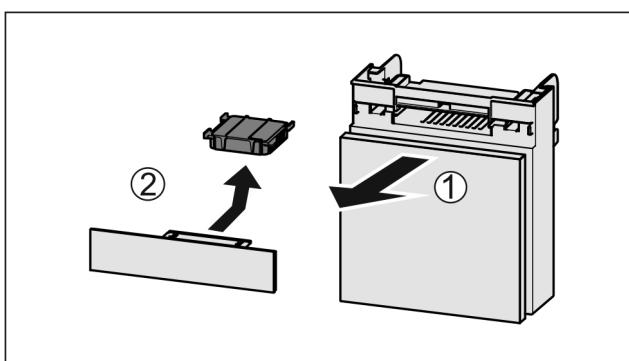

Fig. 44
- Zásuvku vytáhněte dopředu Fig. 44 (1).
- Filtr s aktivním uhlím vyjměte Fig. 44 (2).